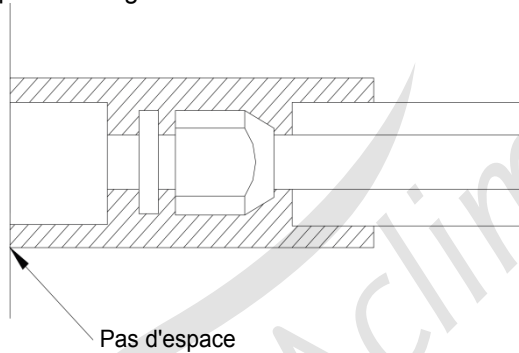

Fig.19
- ②. Le tuyau de fluide réfrigérant doit être soutenu par des supports. L'appareil ne doit pas supporter le poids du tuyau.
- b. Les raccords de l'unité intérieure doivent être enveloppés avec un matériau isolant et il ne doit y avoir aucun espace entre le raccord de l'unité intérieure et l'appareil, comme indiqué sur la Fig. 19.